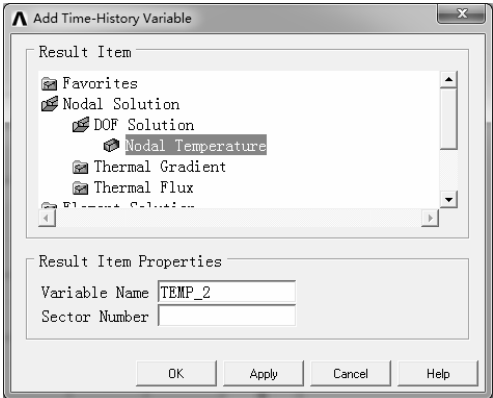

图 8-130 “Add Time-History Variable”对话框
2) 单击按钮，弹出“Add Time-History Variable”对话框，在“Result Item”列表框中依次选择“Nodal Solution>DOF Solution>Nodal Temperature”，如图 8-130 所示。